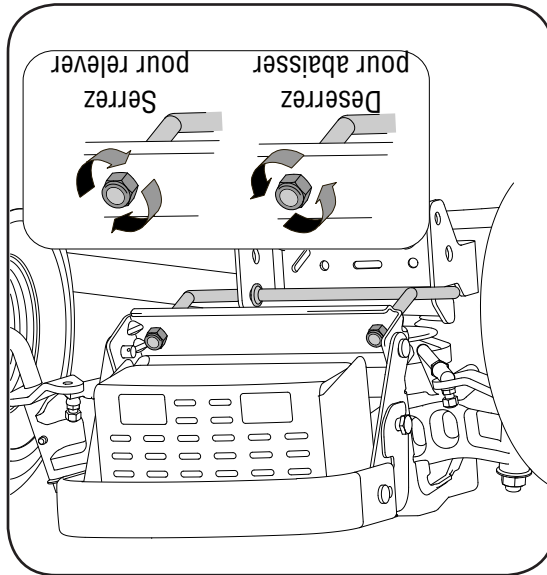

Figure 5-1
3. De l'avant du tracteur, desserrez le contre-écrou à six pans qui se trouve sur chaque extrémité de la tige de suspension du plateau de coupe et éloignez-la des écrous à six pans internes. Voir la Figure 5-1.